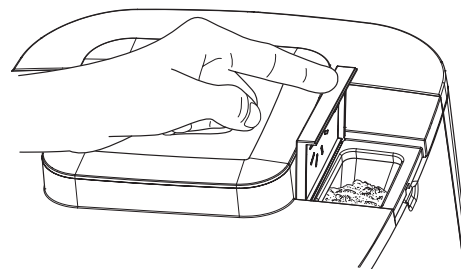

Abb. 7: Pulverschacht befüllen
4. Öffnen Sie den Pulverschacht und füllen Sie eine Portion mit Kaffeemehl ein. (Abb. 7)